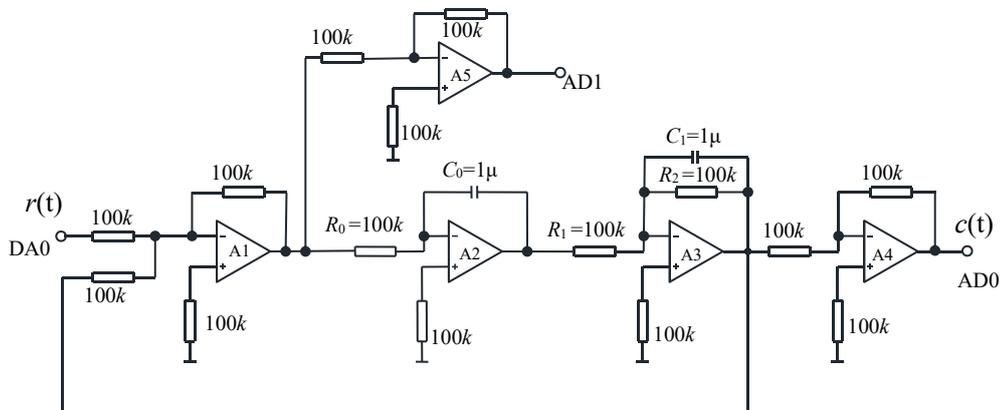
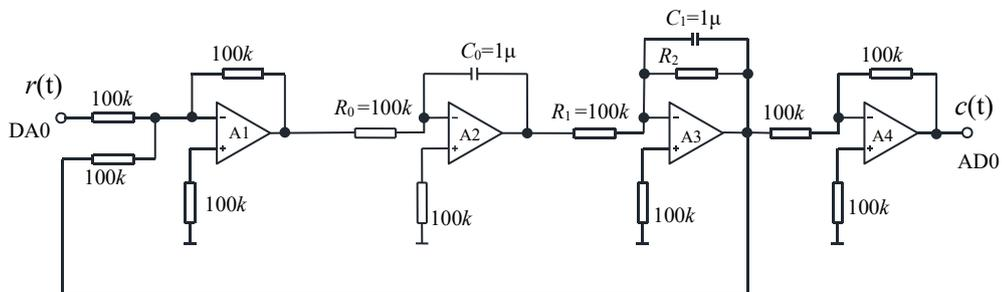

图 1 二阶系统实验电路图（开环特性需间接测量）
图 2 二阶闭环系统实验电路图
本次实验对图 1、图 2 所示的二阶系统进行频率特性测试。对于开环系统测量其频率特性（幅频特性和相频特性）；闭环系统要求测量其幅频特性，如果同学们感兴趣且时间
1. 根据图 1 中的电路图，给出开环理论传递函数，计算其理论转折频率，并绘制其理论幅频特性曲线及其渐近线，绘制相频特性曲线。分析对应的闭环系统稳定性；
2. 根据图 2 中的电路图，推导其闭环理论传递函数，计算其谐振峰值和共振频率，并绘制其理论幅频特性曲线及其渐近线，绘制相频特性曲线；
1. 搭建图 1 所示的二阶系统。采用间接测量法测量系统开环特性，即在图示 AD1 处采集开环系统输入，AD0 处采集开环系统输出。
根据图 1 所示二阶系统的实际响应适当调节系统的输入正弦电压幅值（初步建议 4V）。实验过程中，若出现运放输出信号幅值过小或超出硬件幅值极限（±5V），可适当调节输入信号幅值的大小。由于数字系统 I/O 速度限制，实验系统各环节时间常数相对较大。为了确保观察到系统稳定输出信号，需开启软件中“动态显示”功能。